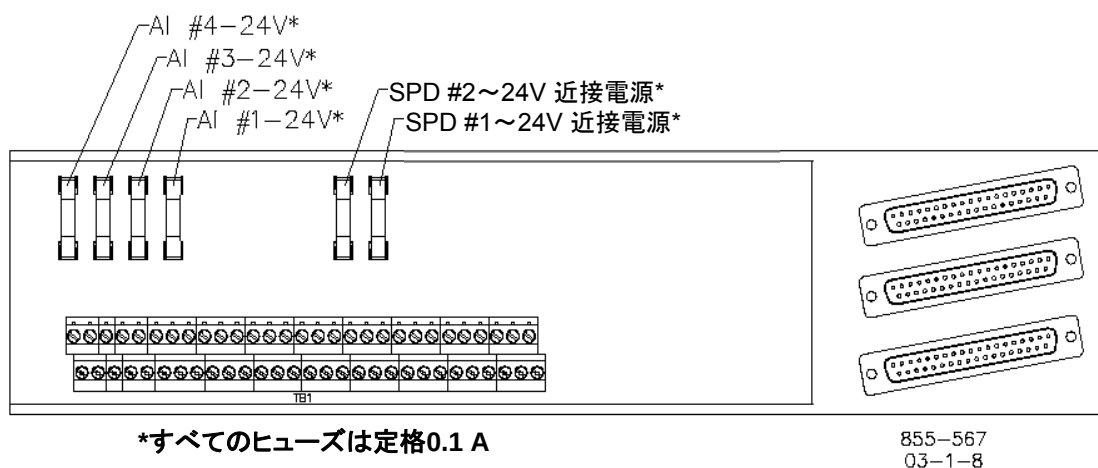

図 5-1. FTMヒューズの配置
4. ヒューズの場所を特定し(図5-1参照)、同じサイズと定格(DC24 V/0.1 A)の新しいヒューズと交換します。